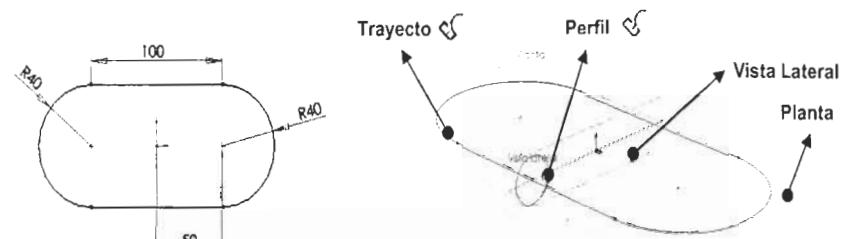

Figura 4.100. Primeras etapas de la Práctica Guiada 4-9.
- Pulse sobre el ícono de Croquis y seleccione la Herramienta de croquear Línea. Croquice el contorno indicado en los planos. Pulse Arco Tangente y realice las medias circunferencias de la cadena tal y como se indica en la Figura 4.100. Acote el primer segmento de la cadena. Pulse Reconstruir.